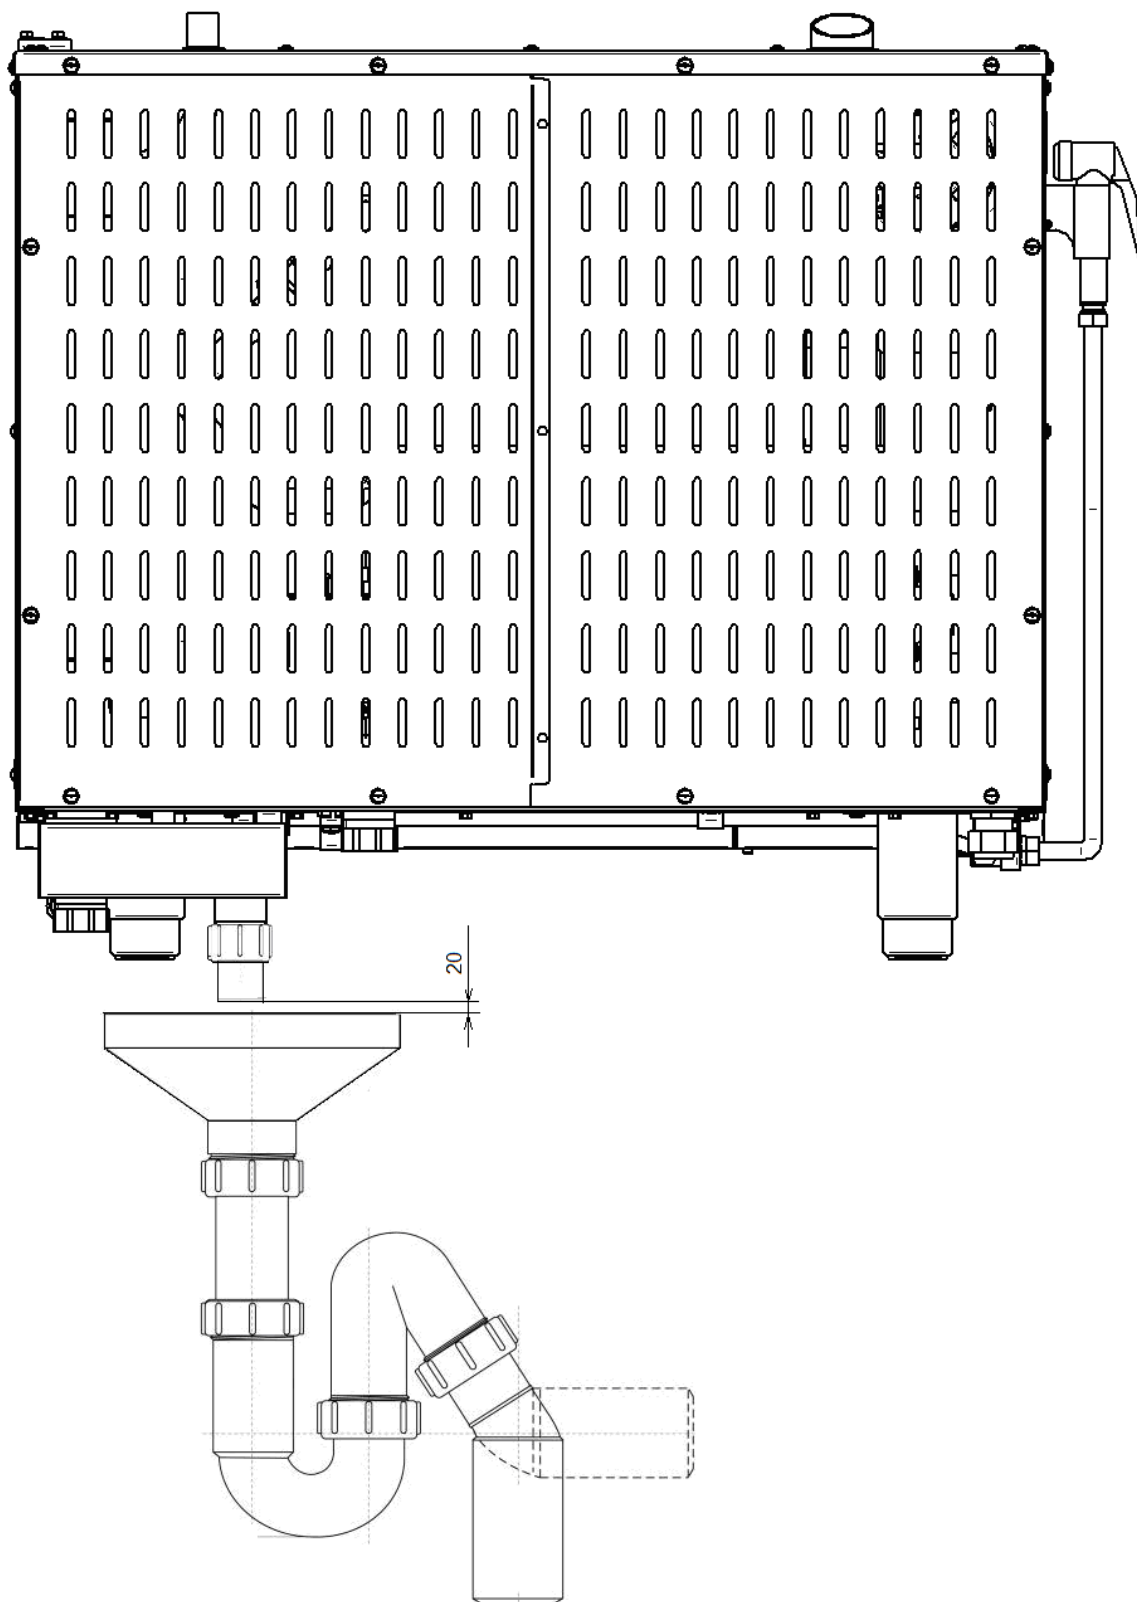

Рис. 11. Подключение к системе канализации
- 2) отрегулировать положение штыря согласно указанным размерам и положению зубцов (при ослаблении профиля штырь необходимо закручивать, т.е. уменьшить размер 37,7 мм, выдерживая угол  $45^{\circ}$  – см. рис. 11).